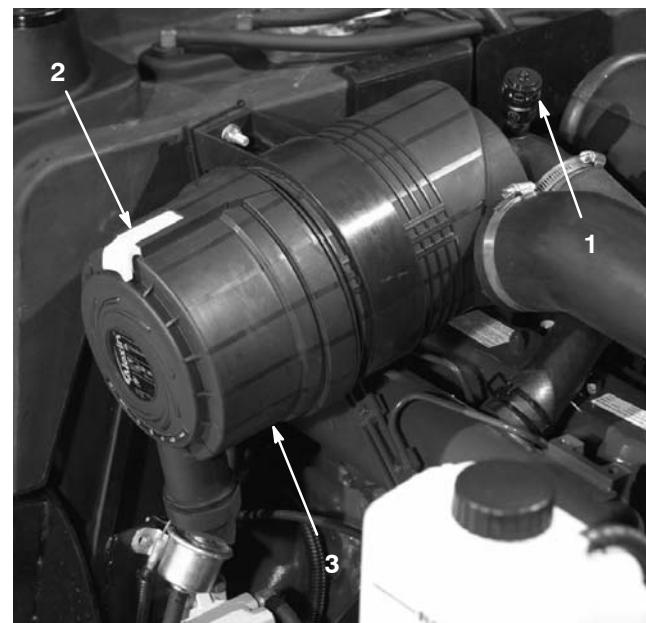

Figure 44
1. Tirez le verrou vers l'extérieur et tournez le couvercle du filtre à air dans le sens anti-horaire (Fig. 44).
- Montez le couvercle en tournant la valve en caoutchouc (Fig. 44) vers le bas, à peu près entre les positions 5 h et 7 heures, vu de l'extrémité. Fermez le verrou.